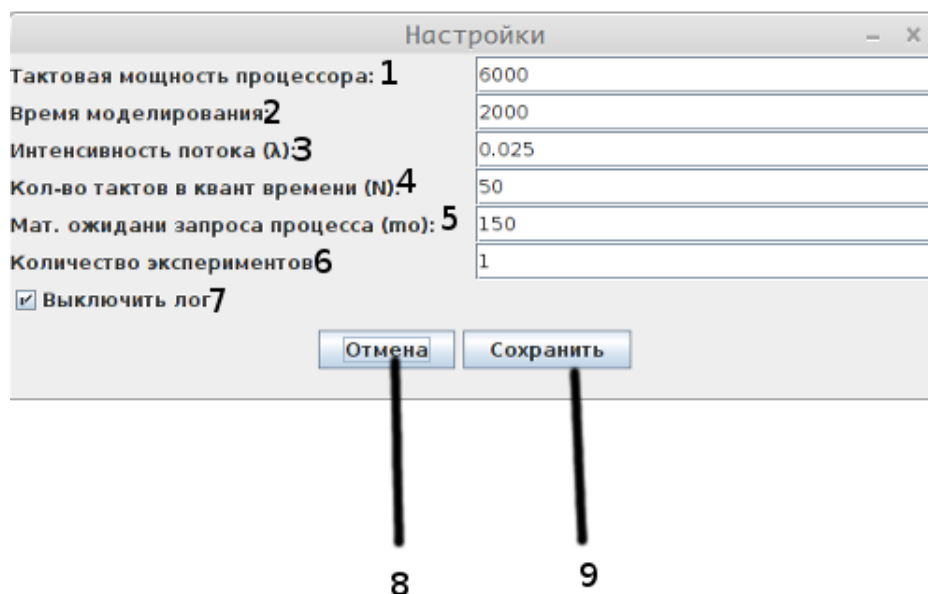

Рисунок 2. Параметры
3. Кнопка вызова окна для задания параметров моделирования Рисунок 2.